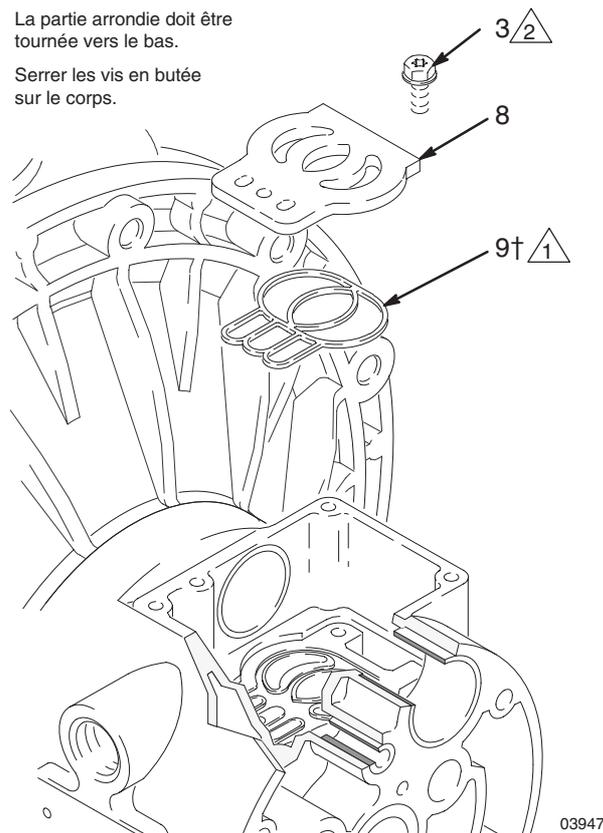

Fig. 10
5. Examiner la plaque (8) de la vanne d'air en place. Si elle est endommagée, utiliser un tournevis Torx (T20) ou une clé à douille de 7 mm (9/32") pour retirer les trois vis (3). Retirer la plaque (8) et le joint (9). Voir Fig. 10.
2. Insérer le joint (9†) de la plaque de la vanne d'air dans la rainure située au fond de la cavité de la vanne d'air. La partie arrondie du joint **doit être tournée vers le bas** dans la fente. Voir Fig. 10.
3. Monter la plaque (8) de la vanne d'air dans la cavité. La plaque est réversible, de sorte que les deux faces peuvent être tournées vers le haut. Serrer les trois vis (3) à l'aide d'un tournevis Torx (T20) ou d'une clé à douille de 7 mm (9/32"). Serrer jusqu'à ce que les vis viennent en butée sur la plaque. Voir Fig. 10.